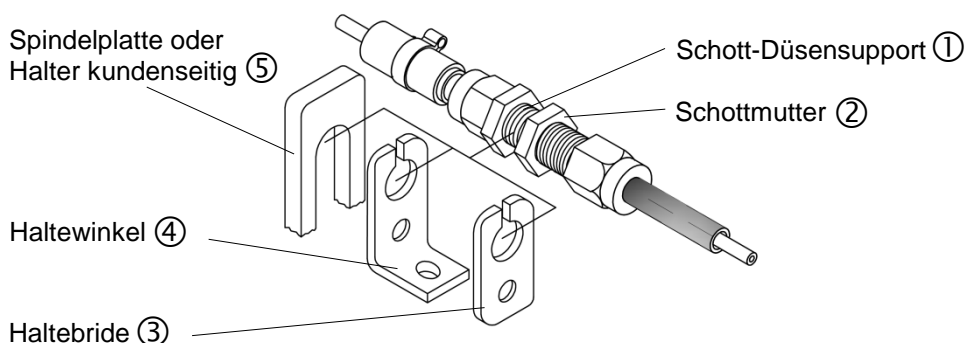

Abb. 5: Schott-Düsen Support
- 4.5 Der Schott-Düsen Support (Abb. 5 ① M10x1, Klemmlänge  $s \leq 10$  mm) wird durch die Schottmutter (Abb. 5 ②) nahe am Einsatzort z.B. in einer Spindelplatte (Abb. 5 ⑤ kundenseitig) fixiert oder über eine Haltebride (Abb. 5 ③ Option) resp. Haltewinkel (Abb. 5 ④ Option) befestigt, so dass die Düse richtungsoptimal und mit möglichst geringem Abstand zur Schmierstelle resp. Bedarfspunkt (z.B. auf das Werkzeug) ausgerichtet werden kann (siehe TECHNISCHE SPEZIFIKATIONEN "Düsen Support" und "Schmierfilmauftrag", separat).